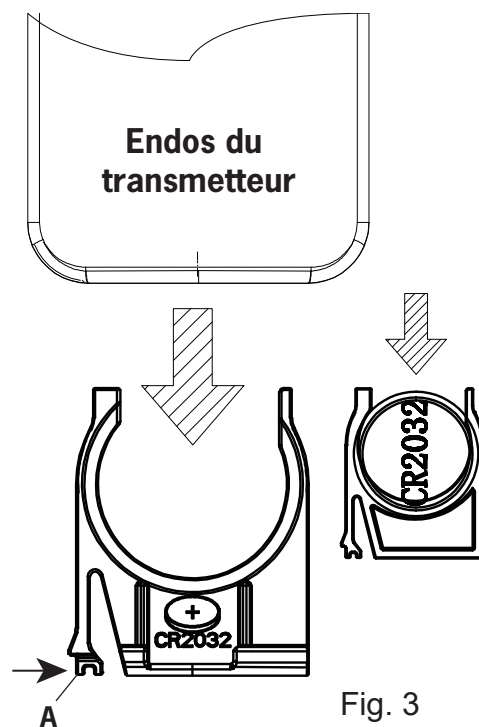

Fig. 3
1. Enlevez le couvercle à piles se trouvant sous le transmetteur à distance et placez des piles dans le compartiment. Remplacez le couvercle. (Fig. 3)
Enlevez le couvercle de pile en appuyant sur la position « A » comme illustré à la Fig. 3, en poussant vers la droite et en tirant dessus. Placez des piles CR2032 dans le compartiment (**assurez-vous que le côté identifié « + » est vers le haut**), puis refermez le compartiment.